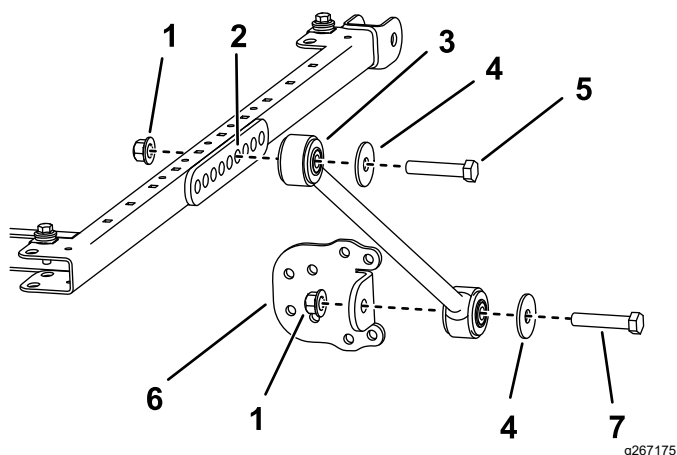

Figura 24
9. Em cada lado da estrutura do toldo, monte sem apertar completamente uma cinta no sexto furo da montagem do suporte usando um parafuso ($\frac{1}{2}$ pol. x $2\frac{3}{4}$ pol.), anilha ($\frac{1}{2}$ pol.) e porca flangeada ($\frac{1}{2}$ pol.), como se mostra na Figura 24.
10. Instale sem apertar completamente um suporte de cinta em cada cinta usando um parafuso (½ pol. x 2½ pol.), anilha (½ pol.) e uma porca flangeada (½ pol.), como se mostra na Figura 24.